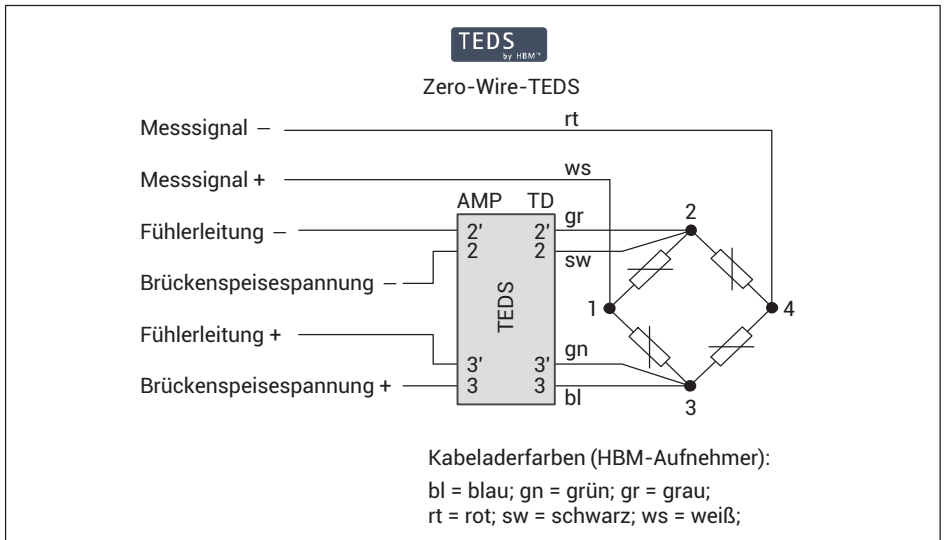
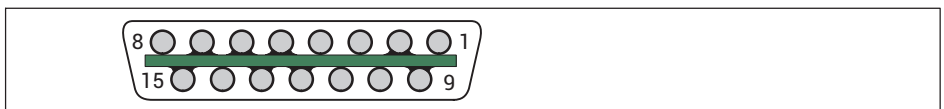
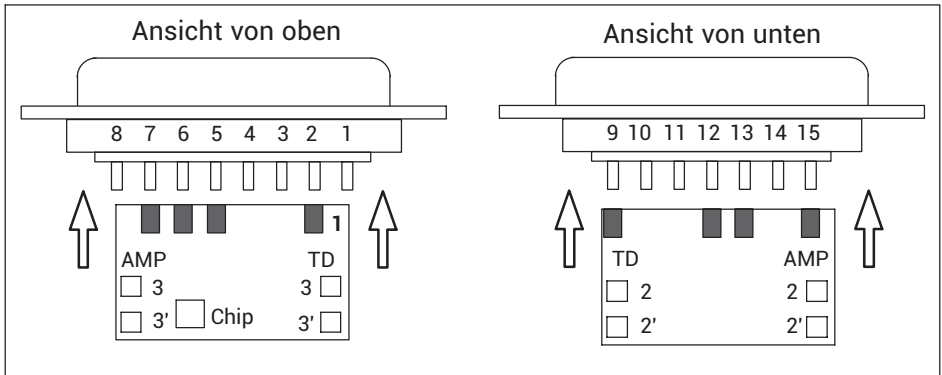

Abb. 2.11 Verschaltung des Moduls mit einer Vollbrücke; bei einer Halbbrücke entfällt Anschluss 4
Abb. 2.12 TEDS-Modul im Stecker montieren
Abb. 2.14 Ansicht des TEDS-Moduls mit Stecker; mit TD sind die Anschlüsse für den Aufnehmer, mit AMP die für den Messverstärker gekennzeichnet
- ▶ Schieben Sie das TEDS-Modul zwischen die Lötanschlüsse des Steckers wie in Abb. 2.12 bis Abb. 2.14 gezeigt.
- ▶ Löten Sie die Kabel für die Brückenspeisespannung (2 und 3) und die Fühlerleitungen (2' und 3') an die Lötflächen auf dem TEDS-Modul auf der Seite an, die mit TD beschriftet ist. Siehe Abb. 2.11 und Abb. 2.14.